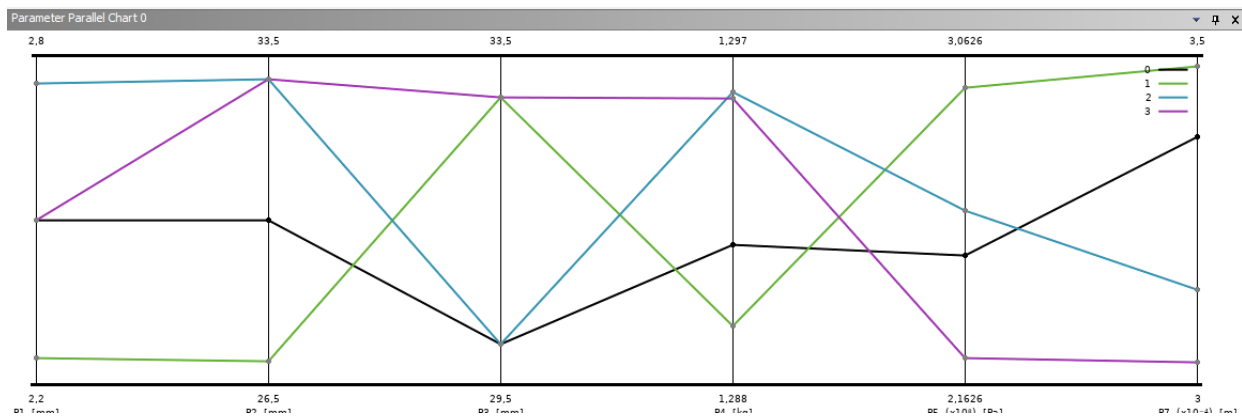

Рисунок 20 – Отображение панели Parameters Parallel Chart
16. Добавим диаграмму Parameters Parallel Chart, которая показывает отношения между всеми параметрами и каждой точкой проекта. В Toolbox дважды нажимаем на Parameter Parallel Chart, чтобы добавить эту диаграмму. Далее в Outline таблице под Charts выбираем Parameter Parallel Chart 0. В результате появится соответствующая диаграмма в окне справа внизу. Значения сверху и внизу показывают разброс, относящийся к каждому параметру. Каждая цветная линия на диаграмме отражает соответствующую точку проекта (рисунок 20).